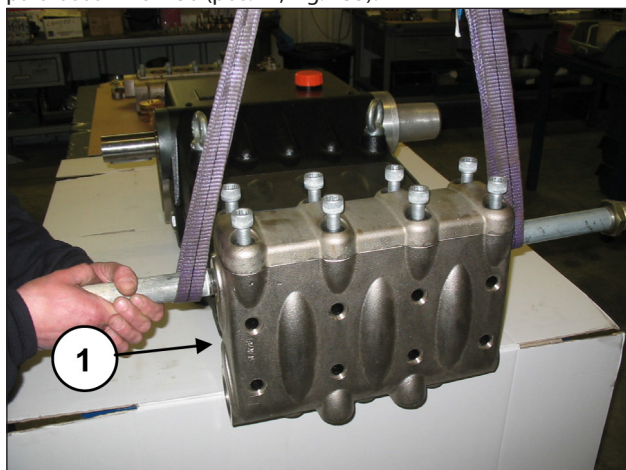
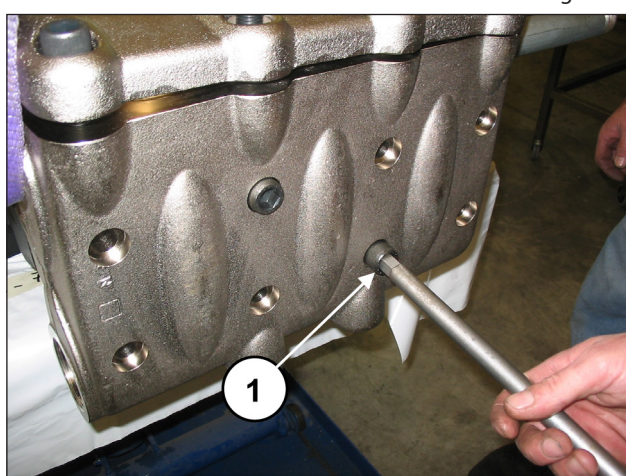

Fig. 134
Fig. 135
Monte o cabeçote no cárter da bomba (pos. ①, Fig. 134) prestando atenção para não bater nos pistões e aperte os 8 parafusos M16x150 (pos. ①, Fig. 135).
Aperte os oito parafusos M16x150, começando com os quatro parafusos internos, de modo transversal (ver Fig. 135), para depois prosseguir com os quatro parafusos externos, sempre apertando de modo transversal